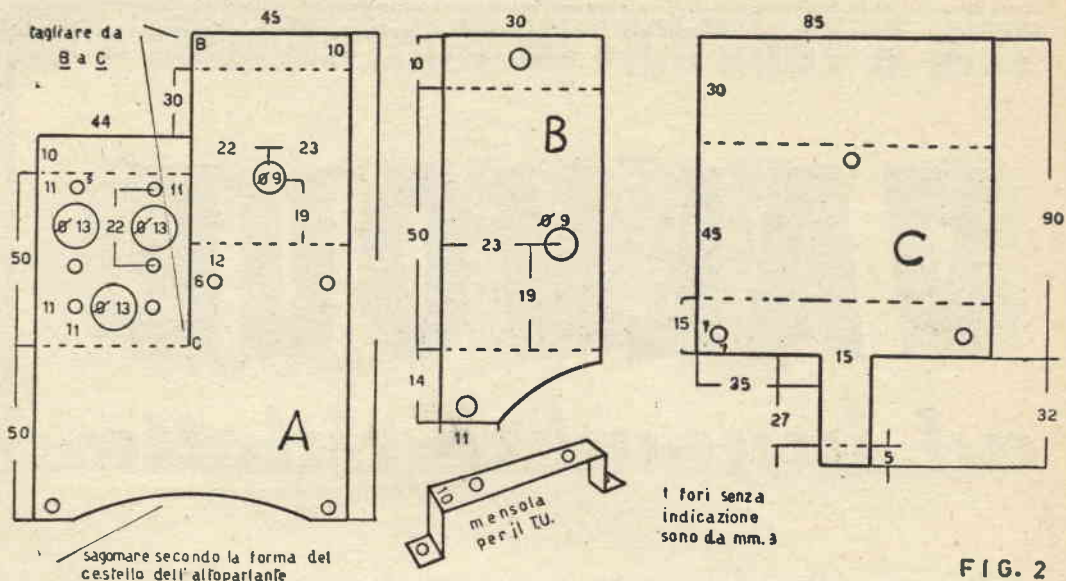

FIG. 2
n. 3 telai in anticorodal spessore mm. 0,8 forati e sagomati secondo quanto specificato in fig. 2 e visibile nelle foto.